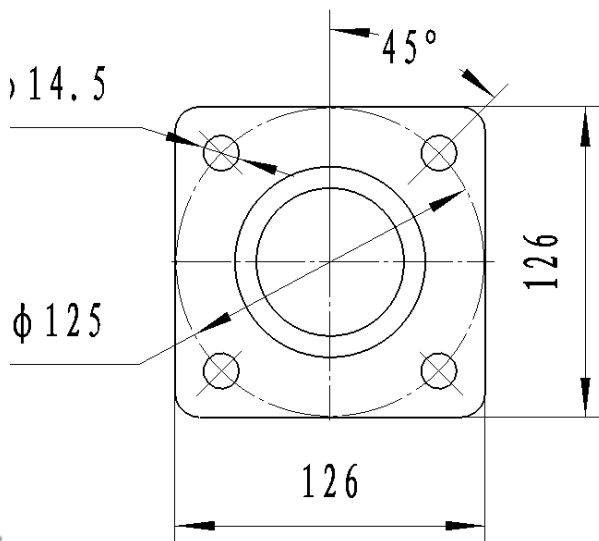

图7 连接法兰盘尺寸
7.4 速动油压继电器必须垂直安装，放气塞在上端（连接法兰盘尺寸见图 7）。